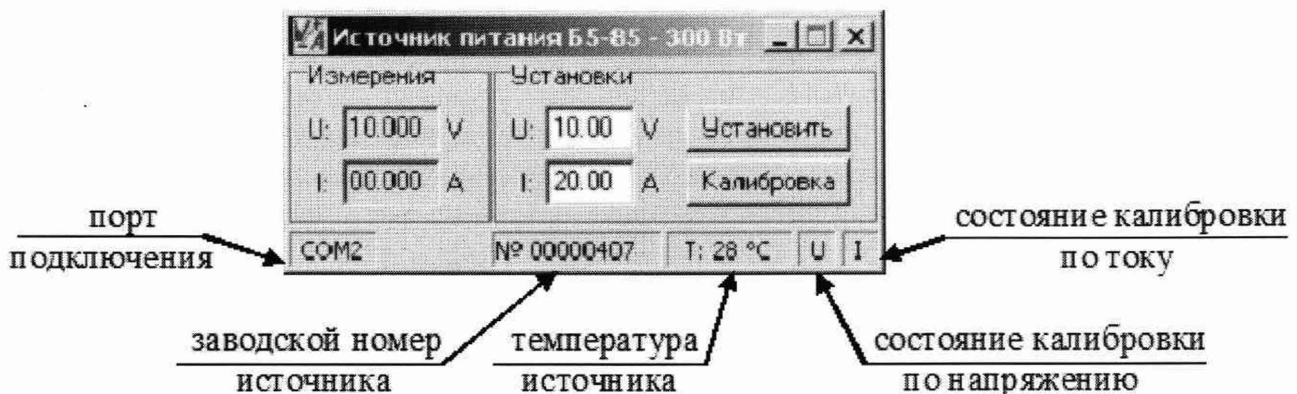

Рисунок 9.5 – Окно программы управления работой источника
- 5) Нажмите кнопку «Калибровка» (см. рисунок 9.5). В появившемся окне введите пароль: кса.